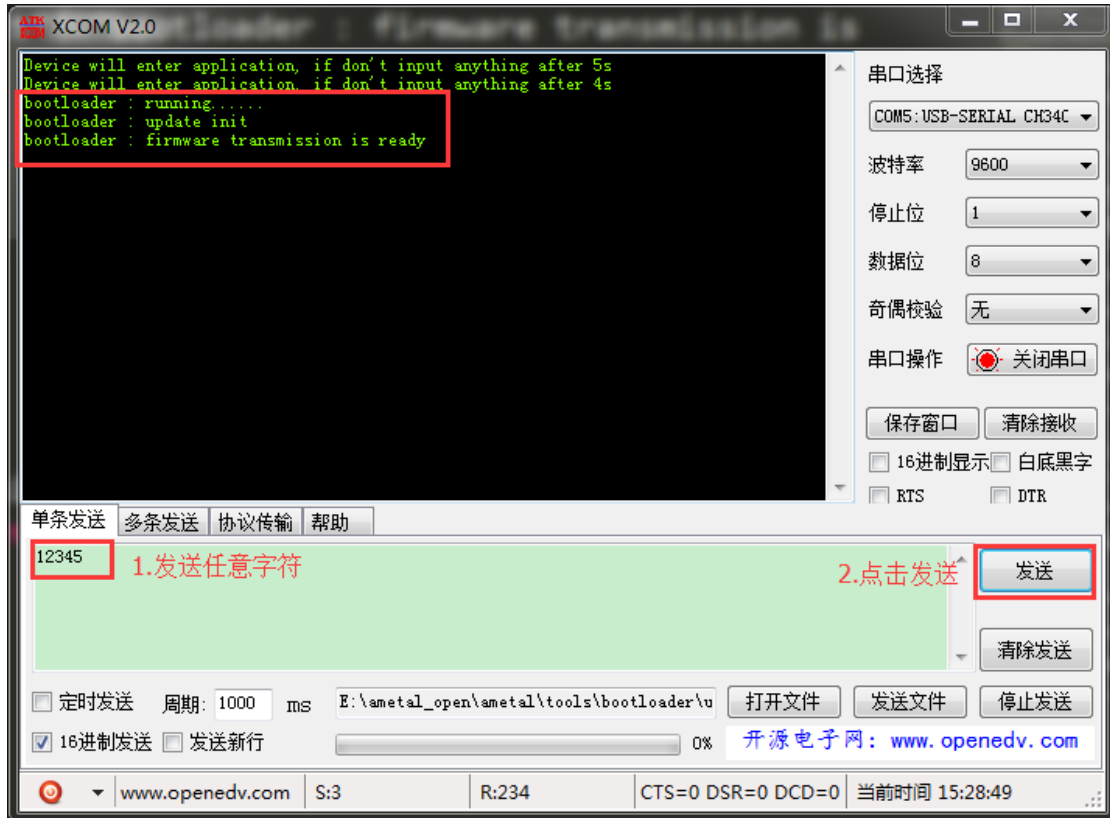

图 20: 开机延时发送任意数据
3、在延时时间内通过串口助手发送任意数据给开发板，bootloader 进入本地升级，当串口助手打印出“bootloader：running.....”，表示进入本地升级模式，接着串口助手会打印出“bootloader：update init”和“bootloader：firmware transmission is ready”，表示已经准备好接收固件，如 图 20 所示。